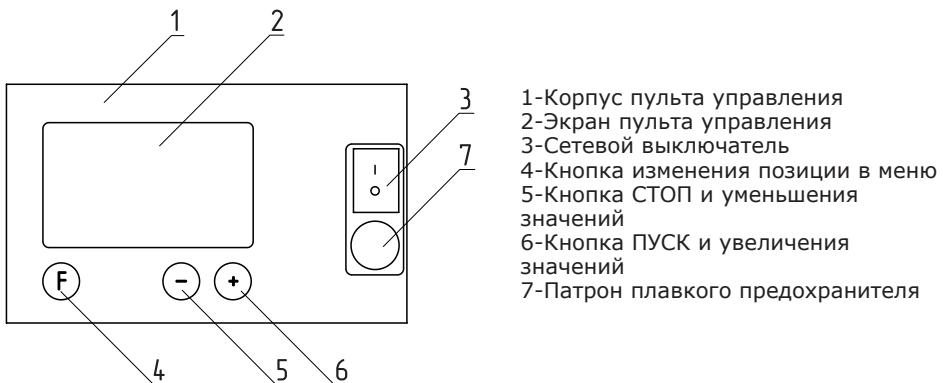

Рис. 3 Пульт управления
5.16. Более подробно с устройством и работой пульта управления можно ознакомиться в инструкции по эксплуатации и монтажу на контроллер котла ecomAX 200W. Расположение органов управления и индикации на передней панели пульта управления показано на рис.3.